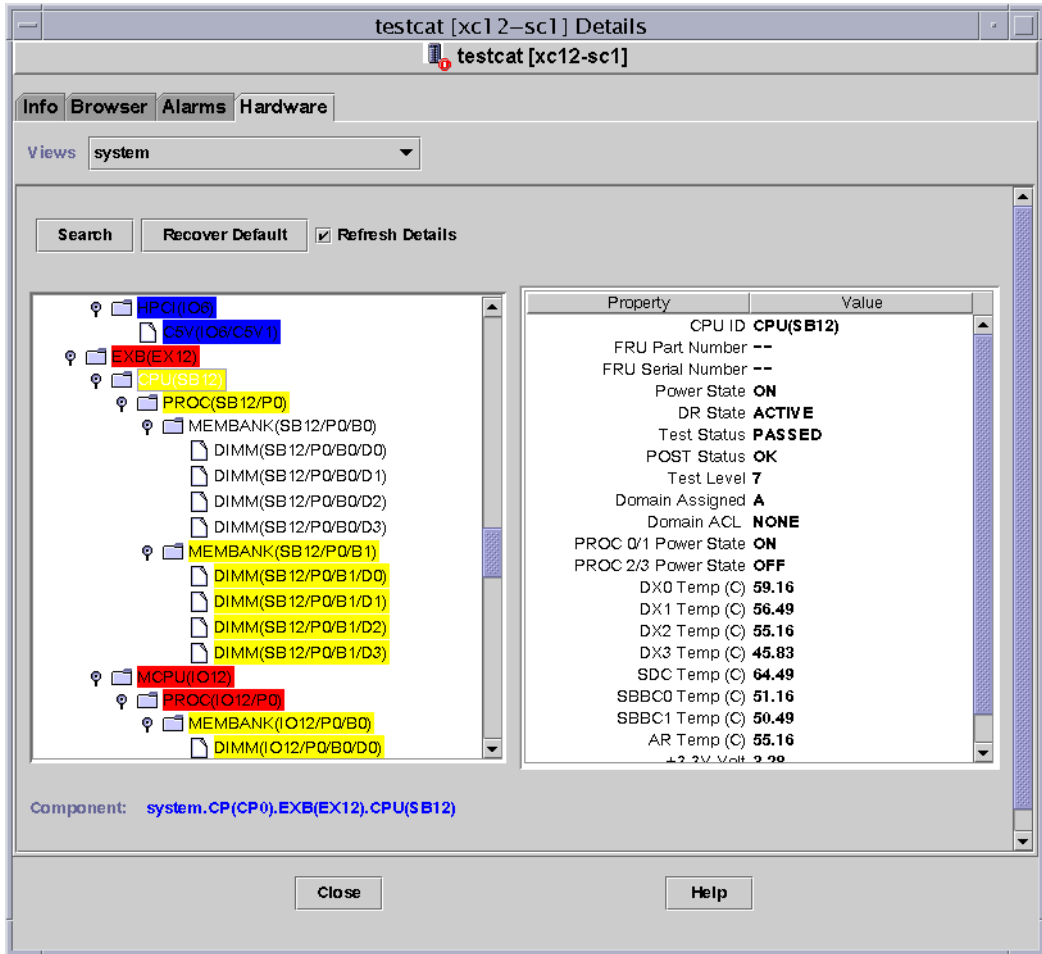

图 5-4 Sun Fire 15K/12K 平台逻辑视图
4. 单击“Expand All（扩展所有）”按钮，然后单击左侧窗格的一个对象，以查看类似于图 5-4 的逻辑视图。